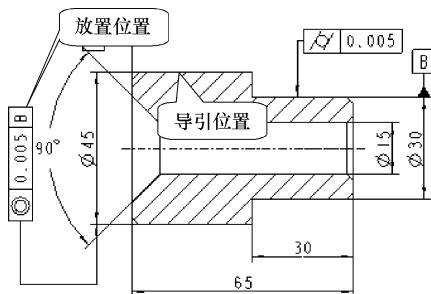
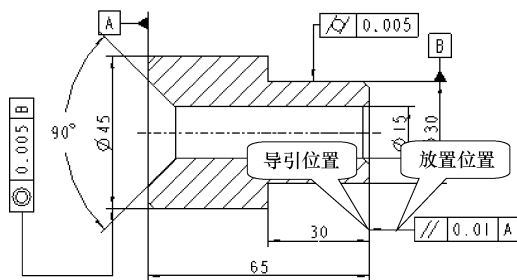

图 10-245 标注圆柱度公差标注
图 10-246 完成平行度公差标注
(10) 单击【插入】选项组中的【几何公差】按钮, 弹出【几何公差】对话框, 在其左侧选择【同轴度】公差, 切换至【公差值】选项卡, 在【公差值】选项组的【总公差】文本框中输入“0.005”。
(11) 切换至【基准参照】选项卡, 在【基本】下拉列表框中选取【B】选项。
(12) 切换至【符号】选项卡, 选中【 ϕ 直径符号】复选框。
(13) 切换至【模型参照】选项卡, 在参照【类型】下拉列表框中选择【轴】选项, 单击【选取图元】按钮。
(14) 消息区提示“为几何公差选取其附着的轴”, 在图形区选取“ $\phi 45$ ”的圆柱面的轴线, 放置【类型】下拉列表框被激活, 在其中选择【法向引线】选项, 出现【导引形式】菜单。
(15) 选择【箭头】选项, 消息区提示“选取一个边, 尺寸界线, 一个基准点, 一个轴线, 曲线或一顶点”, 在图形区选取如图 10-245 所示的边线, 选择【完成】选项。
(16) 消息区提示“选取放置位置”, 单击鼠标中键在图形区适当位置, 拾取公差放置的位置。
(17) 在图形区单击鼠标中键, 或者单击【几何公差】对话框的【确定】按钮, 完成圆柱度公差标注, 如图 10-245 所示。
(18) 单击【插入】选项组中的【几何公差】按钮, 弹出【几何公差】对话框, 在其左侧选择【平行度】公差, 切换至【公差值】选项卡, 在【公差值】选项组的【总公差】文本框中输入“0.01”。
(19) 切换至【基准参照】选项卡, 在【基本】下拉列表框中选取【A】选项。
(20) 切换至【模型参照】选项卡, 在参照【类型】下拉列表框中选择【曲面】选项, 单击【选取图元】按钮。
(21) 消息区提示“选取曲面”, 在图形区选取立体的右端面, 放置【类型】下拉列表框被激活。
(22) 在【类型】下拉列表框中选择【法向引线】选项, 出现【导引形式】菜单。
(23) 选择【箭头】选项, 消息区提示“选取一个边, 尺寸界线, 一个基准点, 一个轴线, 曲线或一顶点”, 在图形区选取尺寸 30 的右端尺寸界线, 如图 10-246 所示, 选择【完成】命令。
(24) 消息区提示“选取放置位置”, 单击鼠标中键在图形区适当位置, 拾取公差放置的位置。
(25) 在图形区单击鼠标中键或者单击【几何公差】对话框的【确定】按钮, 完成平行度公差标注, 如图 10-246 所示。